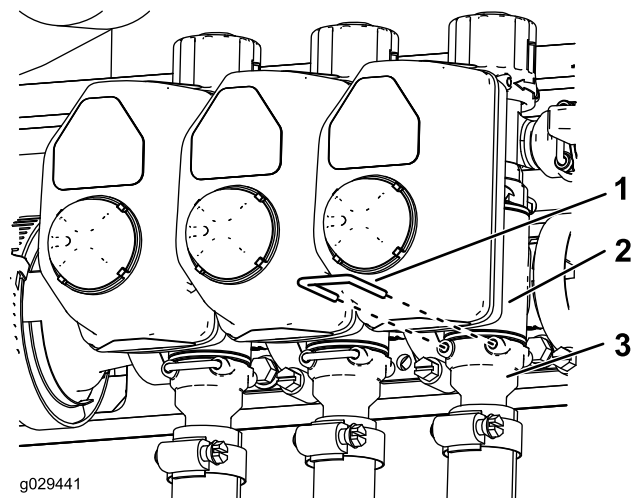

Figura 1
4. Sul lato destro della macchina, dietro il serbatoio, rimuovete le forcelle dai 3 raccordi dei flessibili e scollegate i raccordi dei flessibili dalle valvole di sezione (Figura 1).